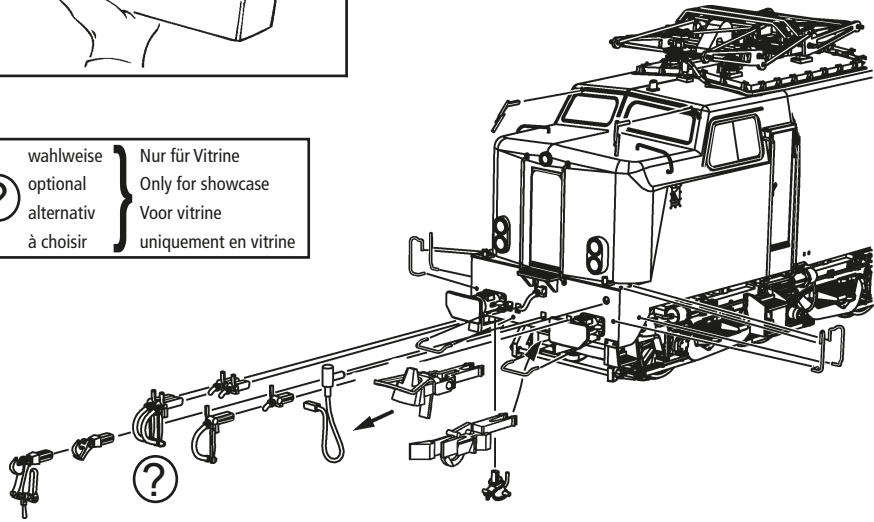

Fig. 3
3. Haftreifenwechsel: Zuerst den Getriebedeckel abnehmen (Fig. 3). Danach den **Radsatz** herausnehmen und die **Haftreifen** mit einer Nadel od. mit einem feinen Schraubendreher abziehen (Fig. 8). Beim Aufziehen der neuen Haftreifen darauf achten, dass diese sich nicht verdrehen.
3. Change of traction tyre: Remove the gear cover (fig. 3). Take out **wheel set** and remove **traction tyre** using a pin or a fine screwdriver (fig. 8). When pressing on the new traction tyre please **avoid twisting it**.
3. Échange des bandages d'adhérence: Démontez d'abord **le couvercle du carter des engrenages** des en-grenages (fig. 3). Délogez ensuite les essieux bandagés et enlevez, à l'aide d'une aiguille ou d'un tourne-vis fin, les bandages d'adhérence (fig. 8). Lors du montage des nouveaux bandages veuillez veiller à ce que les bandages **ne soient pas tor-dues**.